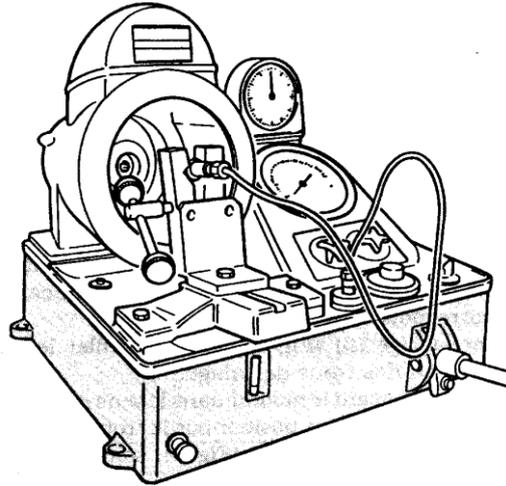

Fig.13
Placer le corps du porte injecteur sur le support spécifique et serrer l'ensemble dans l'étau (C) (fig.13). Introduire dans l'alésage du corps tout d'abord la ou les cales de réglage du tarage, le ressort et la tige poussoir. Monter ensuite l'entretoise, l'injecteur et l'écrou. Serrer l'écrou de maintien de l'injecteur au couple précisé par le constructeur (voir fiches techniques)